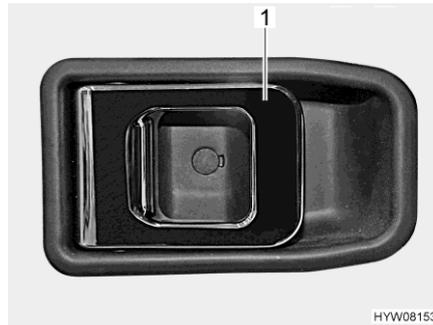

Fig. 31 Cerradura de la puerta (puerta del conductor interior)
- Tirar del tirador (Fig. 31,1). Se desbloqueará o bien abrirá la cerradura de la puerta.
- Presionar el tirador (Fig. 31,1). La cerradura de la puerta está bloqueada.